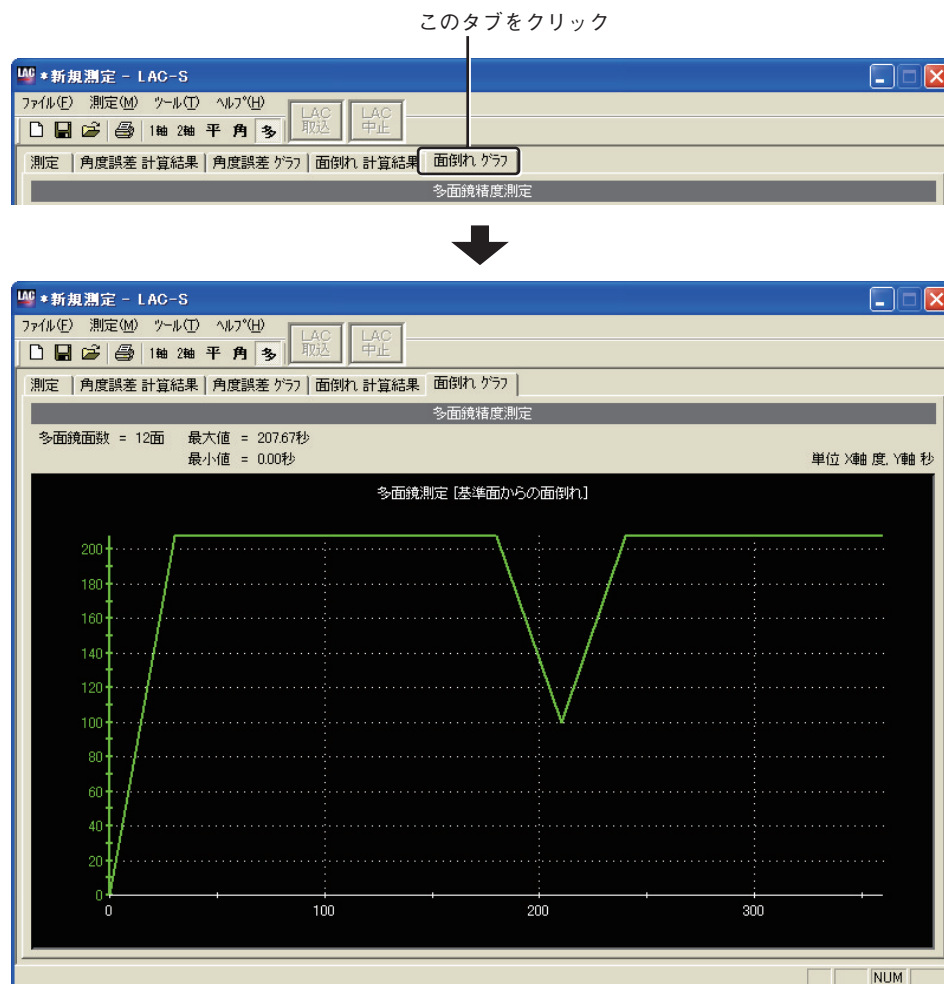

図5-11-14
5.11.2で行った計算結果を「面倒れ グラフ」で表示します。角度割出精度測定画面の「面倒れ グラフ」タブをクリックすると「面倒れ グラフ」が表示されます(図5-11-14)。